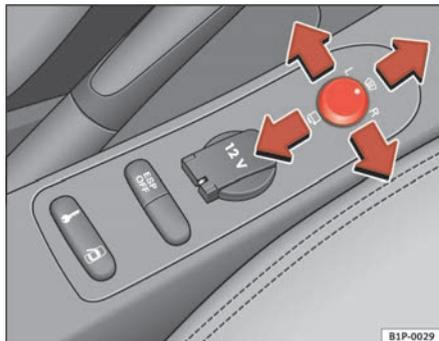

Fig. 87 Regolazione degli specchi retrovisori esterni
1. In primo luogo, ruotare la manopola ⇒ **fig. 87** portandola nella posizione **L (specchietto esterno sinistro)**.
- Per riscaldare gli specchietti retrovisori termici e per attivare la funzione parabrezza riscaldabile* nella zona di riposo delle spazzole, girare il comando in avanti sulla posizione centrale ⇒ **fig. 87** **1** ⇒ pag. 125.
- Per far ripiegare su se stessi gli specchietti esterni si deve ruotare la manopola ⇒ **fig. 87** portandola nella posizione **!**. Si consiglia di richiudere sempre gli specchietti esterni quando si porta il veicolo all'autolavaggio, altrimenti potrebbero danneggiarsi.